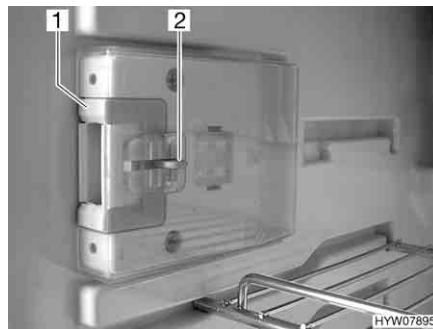
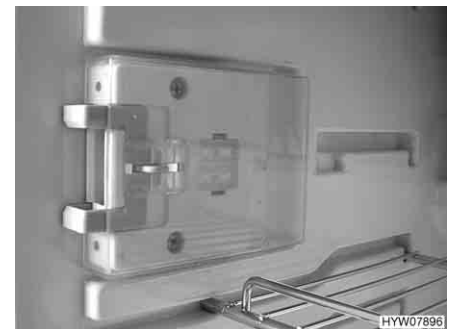

Fig. 166 Dispositivo di chiusura in posizione normale
Fig. 167 Dispositivo di chiusura in posizione di ricircolo d'aria
- Premere il dispositivo di sblocco (Fig. 166,2).
- Spingere il dispositivo di chiusura (Fig. 166,1) in avanti (Fig. 167).